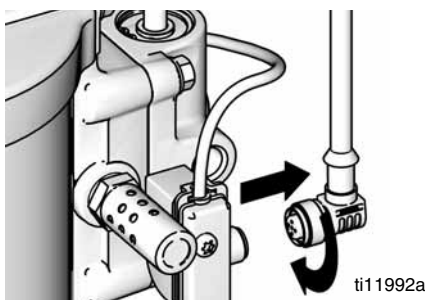

Рис. 10. Разъедините DataTrak
1. Отвинтите кабель от задней части агрегата язычкового переключателя. Смотрите Рис. 10.